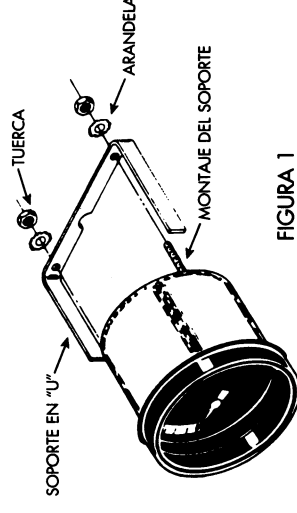

FIGURA 1
de conformidad con la Figura 1.
5. Inserte el indicador en el soporte de montaje e instale el soporte en "U", las arandelas y las tuercas, como en la Figura 1.